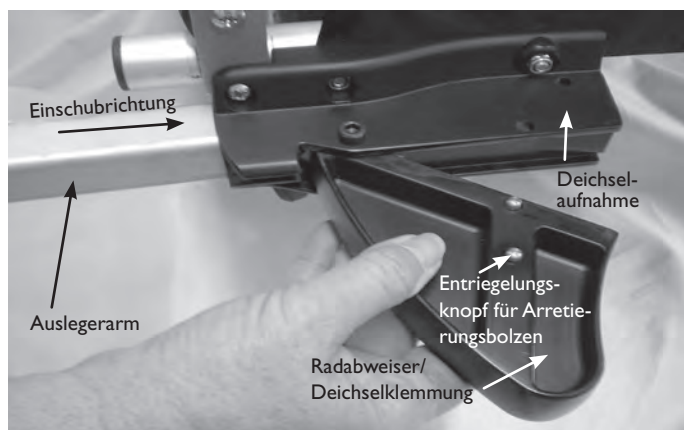

Abbildung 7
- Schwenken Sie den Radabweiser bei gedrückten Entriegelungsknöpfen halb nach außen (s. Abbildung 7), um später ein ungehindertes Einführen des jeweiligen Auslegerarms gemäß Arbeitsschritt 6 zu ermöglichen.
6. Führen Sie beide Auslegerarme gleichzeitig in die Deichselaufnahmen ein (s. Abbildung 7).